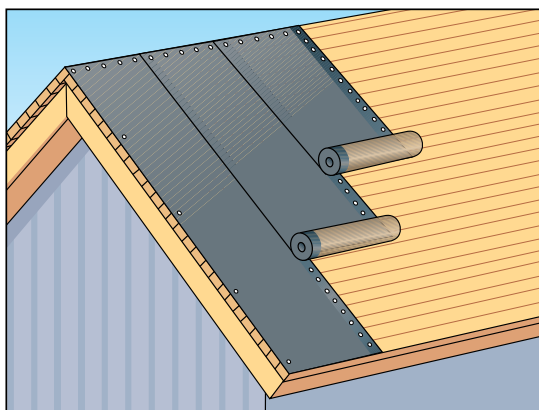
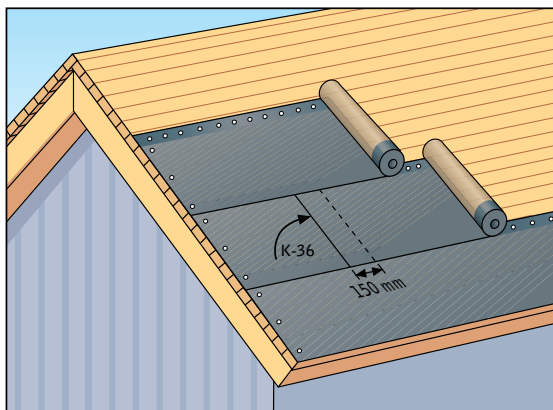

Bild 1a
Bild 1b
- Vi rekommenderar att underlaget monteras vertikalt (bild 1a) för att undvika veck men den kan monteras också horisontellt (bild 1b). Underlaget rullas upp med fokus på placeringen på taket för att bilda en rak linje, spikas från kanten som blir kvar under nästa kant (inklusive de dolda ändarna) och pappen spikas på underlaget.